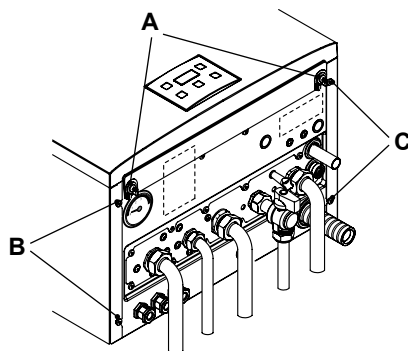
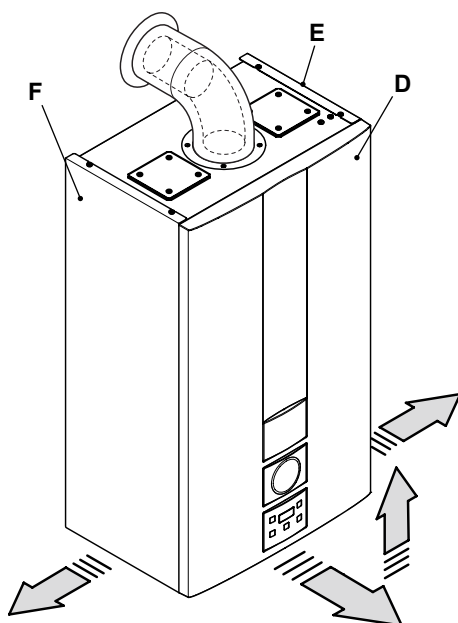

Figura 9.1
Figura 9.2
- Desenrosque los tornillos A y desmonte el panel frontal D tirando de él hacia usted y luego levantándolo para liberarlo de los alojamientos superiores (Figura 9.1 y Figura 9.2).
Afloje los tornillos B y C de la Figura 9.1 y desmonte los dos paneles laterales E y F
- Sujete el panel frontal D con los tornillos A (Figura 9.1) .